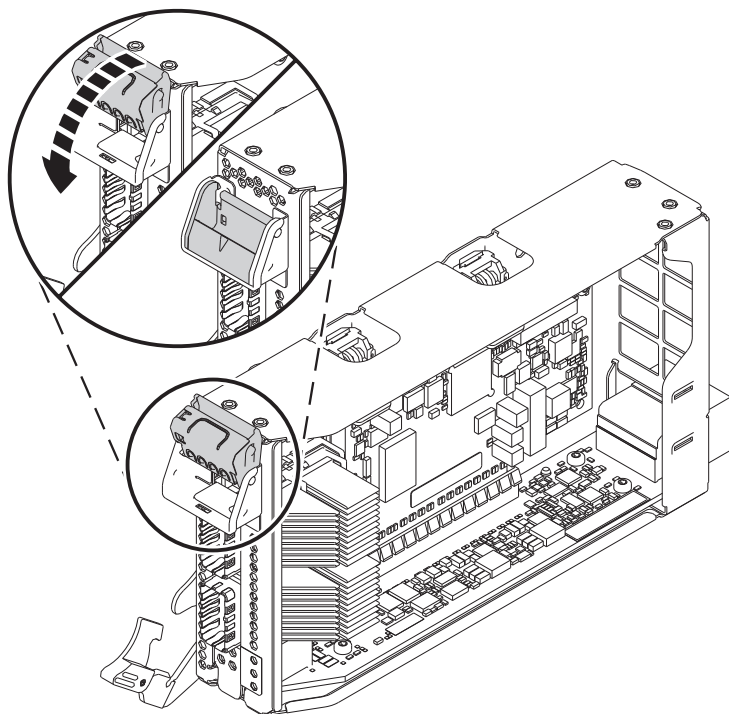

Figura 6. Col·locació de l'adaptador de perfil baix i longitud mitjana al casset de l'adaptador PCIe
- c. Per deixar l'adaptador bloquejat, feu girar el pestell de la contrapunta tal com es mostra a la Figura 6 a la pàgina 7.